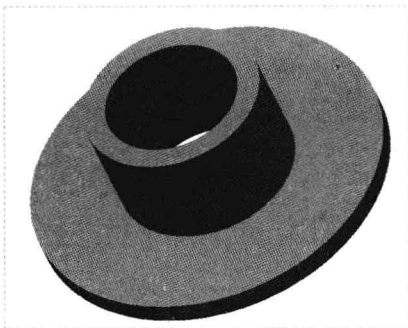

图 17-3 创建旋转特征
Step 02 返回“旋转”选项卡，单击“应用并保存在工具中所做的所有更改，然后关闭工具操控板”按钮, 完成旋转特征的创建，如图 17-3 所示。